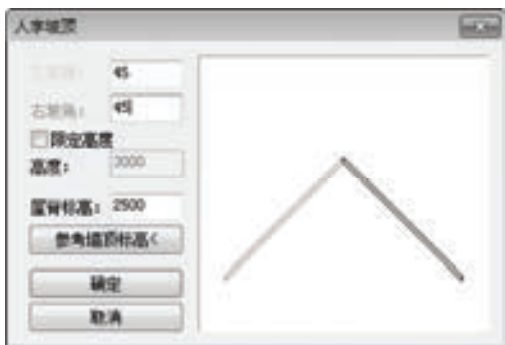

图 7-81 “人字坡顶”对话框
- 3) 在弹出的“人字坡顶”对话框中设置参数，如图 7-81 所示。